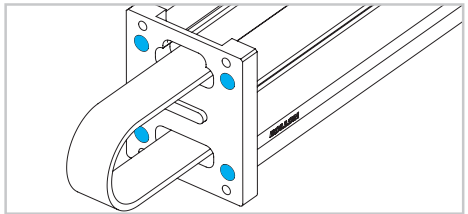

Abb. 15
- 15) Entfernen Sie die Anschlussplatte und lösen Sie die vier Schrauben (Abb. 15).